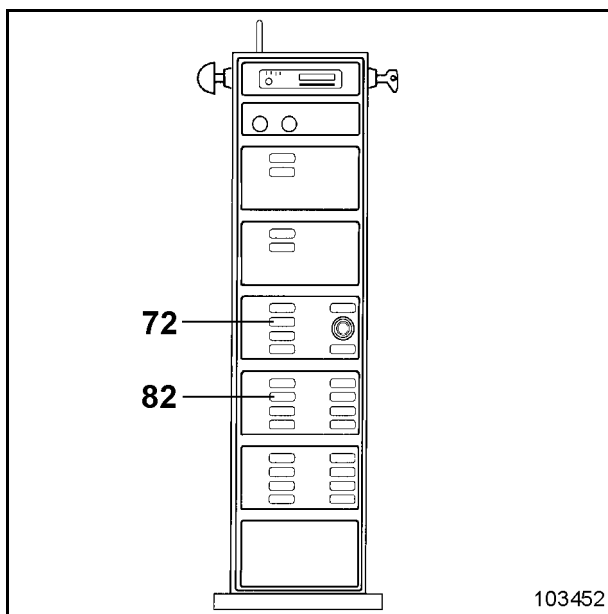

Fig. 2-64:
- Schalter (82, Fig. 2-64:) betätigen.
Die Fahrwerksbremsen können auch mit dem Schalter (72, Fig. 2-64:) eingeschaltet werden.